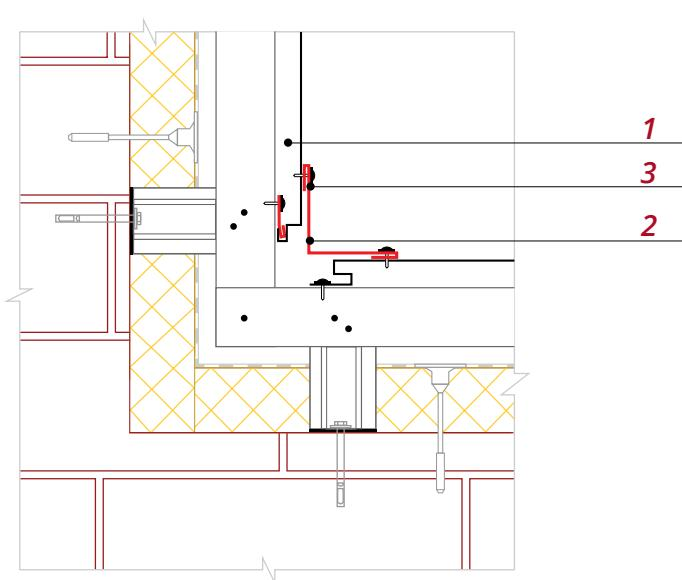

Рис. 13
- Планку угла внутреннего простую крепите после монтажа панелей сайдинга **1** (рис. 13). Рекомендуется использовать саморезы ПШС с окрашенной головкой **3**, вытяжные заклепки или кровельные саморезы 5,5*19.